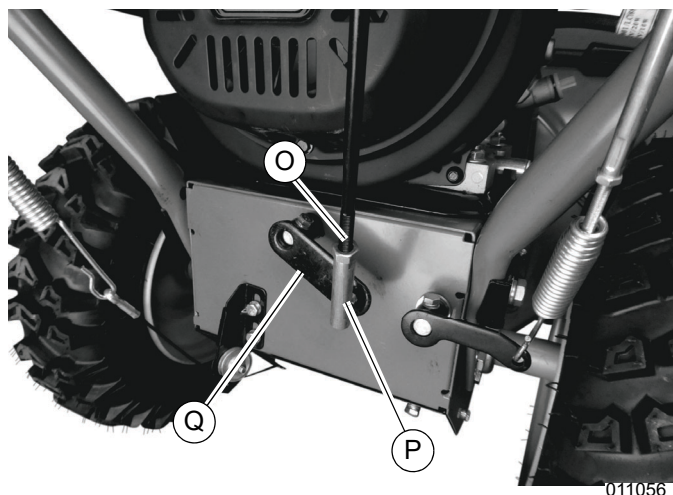

Figure 2-10. Cardan inférieur de la barre de changement de vitesse
9. Voir Figure 2-10. Retirer l'écrou-frein du du cardan inférieur (O) de la tringle de changement de vitesse (P) et engager la partie filetée dans le bras de changement de vitesse (Q).